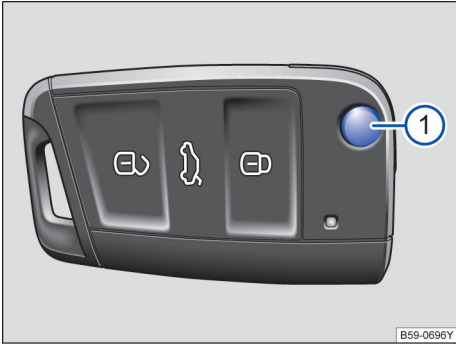

图 46 遥控钥匙
按压按钮 → 图 46 ① 即可解锁并翻开钥匙头。
i 如短时间内反复按压汽车钥匙上的按钮→图 46 或中央门锁某个按钮→第 57 页，则中央门锁系统将暂时关闭，防止系统过载，此时汽车处于解锁状态，必要时闭锁汽车。